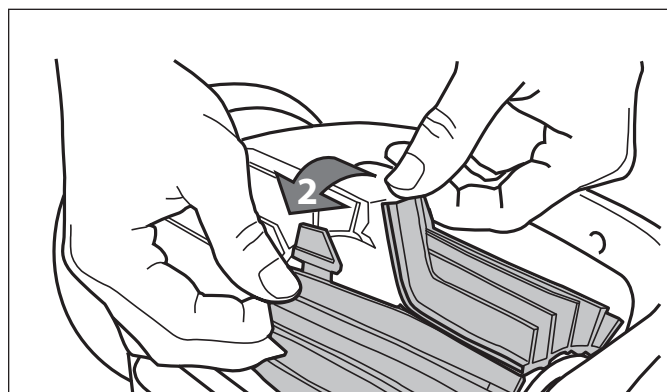

Figura 27. Abra las trabillas del cepillo
2. Separe los bordes del cepillo y desajuste las trabillas (Figura 27). Saque los cepillos gastados.